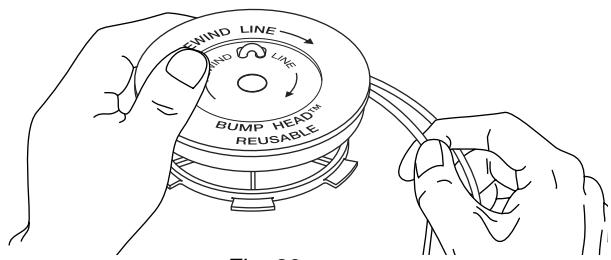

Fig. 20
7. Bobine las lneas en capas parejas y ajustadas sobre el carrete (Fig. 20). Bobine la lnea en la direcci n indicada en el carrete interior. Coloque su dedo ´ndice entre las dos lneas para evitar que se superpongan. No superponga los extremos de la lnea. Proceda al paso 11.